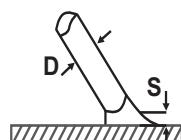
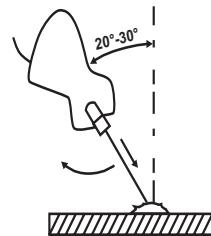

рис. 2
рис. 3
4.6 Как только произойдёт зажигание дуги, электрод нужно держать на таком расстоянии S (см. рис. 2) от обрабатываемого материала, которое соответствует диаметру электрода D (см. рис. 2). Для получения равномерного шва далее необходимо соблюдать эту дистанцию по возможности постоянной. Также необходимо помнить, что наклон оси электрода должен быть примерно 20-30 градусов (см. рис. 3).